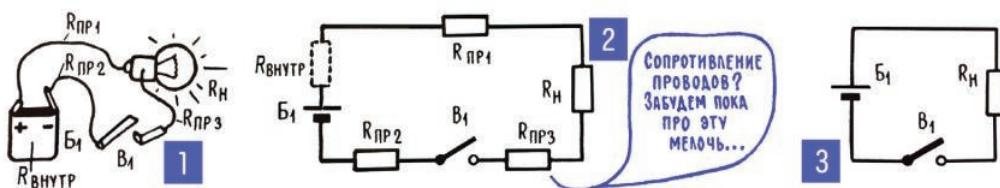

Рис. 4.3. Принципиальная схема электрической цепи
**4. Принципиальная схема – чертеж, на котором условными обозначениями показаны элементы электрической цепи и их соединения.** До сих пор мы считали, что электрическая цепь состоит всего из двух элементов – генератора и нагрузки. Но чаще всего такого не бывает. Хотя бы потому, что нагрузка несколько удалена от генератора и в цепи появляется еще один элемент – соединительные провода. По этим проводам электроны идут на работу и с работы и, естественно, теряют в проводах некоторую часть своей энергии (рис. 4.3). Иными словами, соединительные провода обладают некоторым сопротивлением, которое входит в общее сопротивление цепи и которое иногда необходимо учитывать. Кроме того, некоторым сопротивлением обладает и сам генератор: внутри генератора, между его электродами тоже идет ток, тоже движутся заряды. Они, как обычно, сталкиваются с атомами среды и, как обычно, теряют какую-то часть энергии. Так что если рисовать полную схему даже самой простой цепи, то в нее нужно включить несколько новых элементов, в которых отражалось бы сопротивление проводов и внутреннее сопротивление генератора.
принятых при составлении принципиальных схем, показаны на рис. 1.1 и 1.2 в главе 1. Элемент, обладающий электрическим сопротивлением, независимо от того, что это за элемент (лампочка, электроплитка, кусок провода), в некоторых случаях на принципиальной схеме изображают в виде небольшого прямоугольника и обозначают латинской буквой  $R$  (от слова *resistance* – сопротивление). Этим как бы хотят сказать: «В данном случае для нас важно, что этот элемент оказывает сопротивление току. И ничего больше». В схеме простейшей электрической цепи на рис. 4.3 должно быть пять таких элементов:  $R_h$  – элемент, отображающий нагрузку,  $R_{\text{пп}1}$ ,  $R_{\text{пп}2}$  и  $R_{\text{пп}3}$  – сопротивление кусков провода,  $R_{\text{внутр}}$  – внутреннее сопротивление генератора. Если почему-либо сопротивление проводов учитывать не нужно, то элементы  $R_{\text{пп}}$  не рисуют (рис. 4.3; 3). Но во всех случаях прямые линии, соединяющие на схеме один элемент с другим, принято считать идеальными проводниками, не имеющими никакого сопротивления.
**6. Сложная электрическая цепь – система из последовательно и параллельно соединенных элементов.** Уже попытка нарисовать реальную схему карманного фонаря приводит к сравнительно сложной цепи из семи последовательно соединенных элементов (рис. 4.3). На практике же приходится иметь дело с цепями более сложными, и значительно более сложными. Что такое, например, телевизор или компьютер? Это тоже электрическая цепь, но состоящая из сотен или тысяч элементов, сложным образом соединенных между собой. Даже простенький карманный плеер представляет собой электрическую цепь, в которой десятки деталей соединены сложным образом и подключены к общему генератору электрической энергии – гальваническому элементу или аккумулятору.